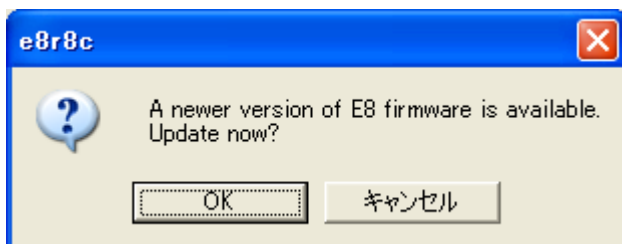

図 3.15 E8 ファームウェアダウンロードの確認メッセージのダイアログボックス
- (8) エミュレータにダウンロードされているE8ファームウェアのバージョンが古い場合、図3.15に示すE8ファームウェアダウンロードの確認メッセージが表示されます。